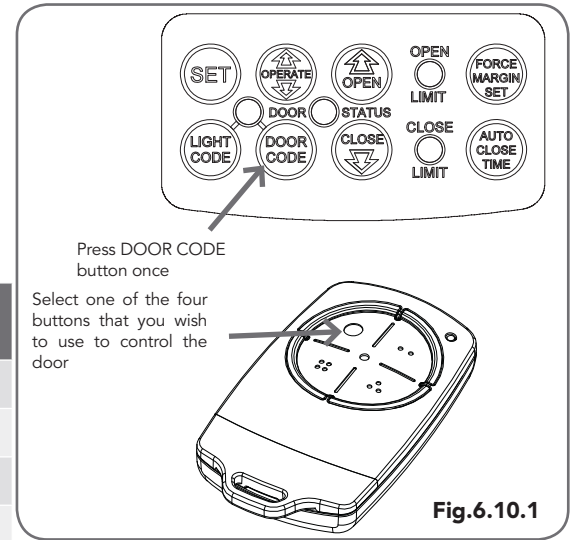

Fig.6.10.1
- Press and hold the DOOR CODE button (Fig 6.10.1).